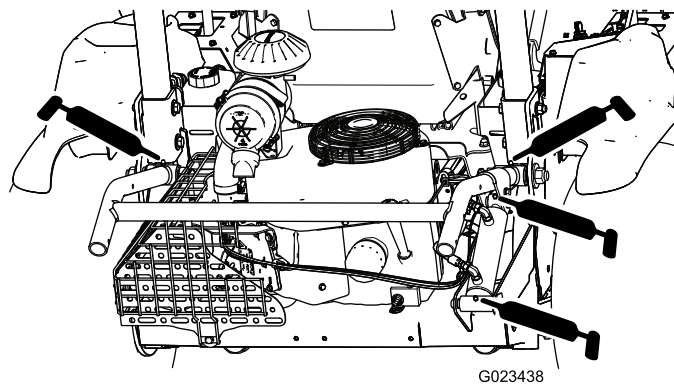

Figura 36
- Elevação do acessório (4) – Figura 36